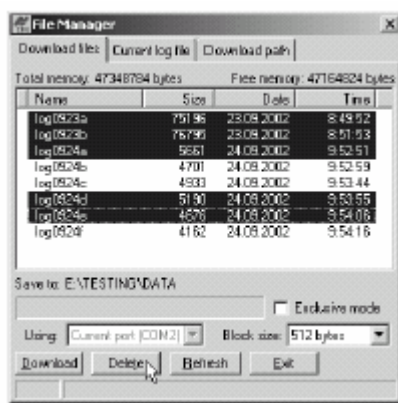

Figura 4-8. Borrado de archivos
- Haga clic en **Archivo►Gestión de Archivos** y seleccione los archivos que desea borrar en la pestaña **Descargar archivos** (Figura 4-8).
- Haga clic en **Borrar** (Figura 4-8).